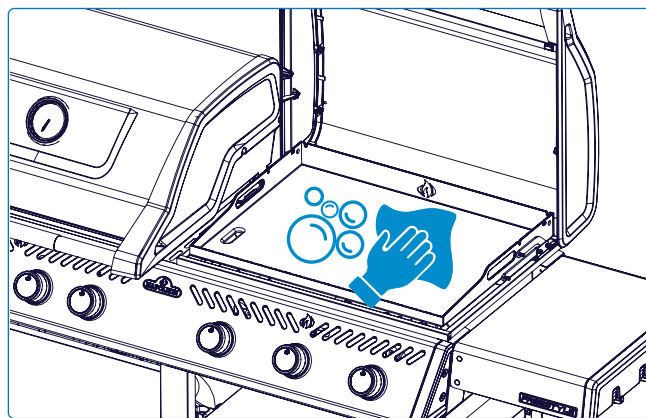

Fig. 10
1. Lave la plancha con agua tibia y jabón suave para eliminar los residuos de fabricación. **Esta es la única vez que se debe usar jabón en la plancha (Fig. 10).**